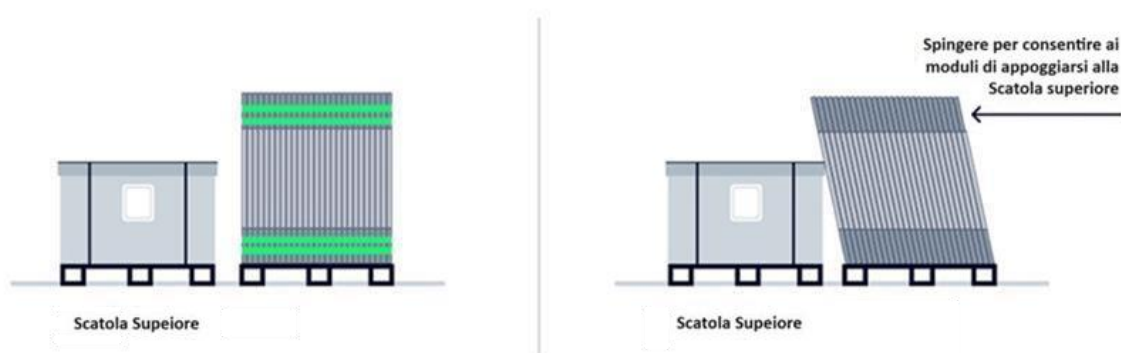

Figura 19: Inclinazione della scatola superiore per il supporto.
- d) Spingere delicatamente i moduli FV in modo che possano appoggiarsi in sicurezza alla scatola superiore posizionata per il supporto durante il passaggio 5 (Figura 19).